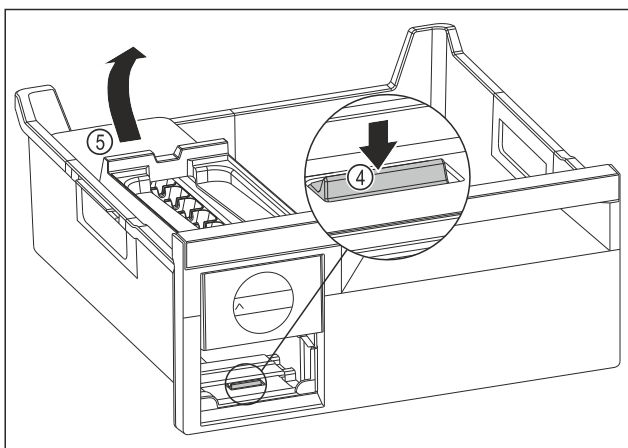

Fig. 136
- ▶ Odoberte korpus EasyTwist-Ice: Strmeň Fig. 136 (4) zatlačte prstom nadol a súčasne druhou rukou zdvihnite zozadu korpus EasyTwist-Ice Fig. 136 (5).